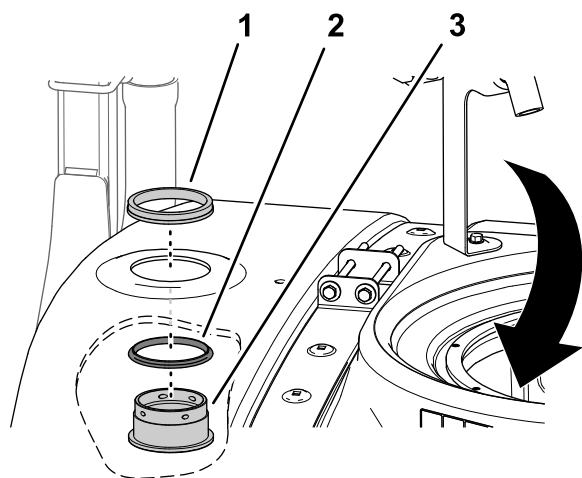

Figura 27
- Instale la junta sobre el pasamuros (Figura 27).
- Instale el pasamuros y la junta a través del orificio que abrió en Perforación del depósito \(página 15\), desde el interior del depósito (Figura 27).
- Sujete el conector estanco al depósito con el anillo de bloqueo (Figura 27).